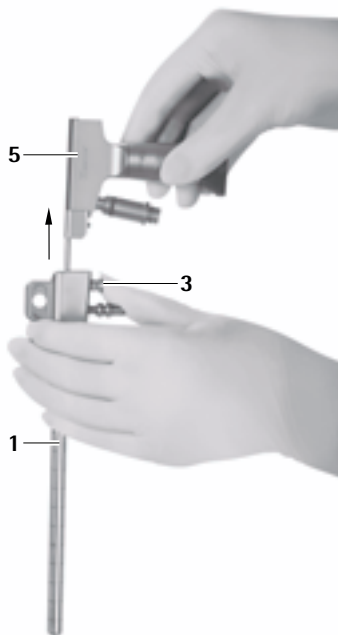

Fig. 8
- Appuyer sur le bouton de déverrouillage 3 et retirer l'endoscope 5 hors du trocart MINOP inVent 1, voir Fig. 8.